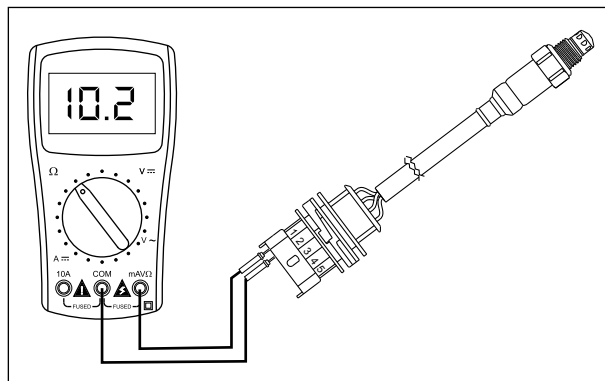

Fig. 5.30
- Conecte o fio positivo "+" do multímetro ao terminal nº 1 e o fio negativo "-" ao terminal nº 2 do conector do sensor de O₂. (Fig. 5.30)